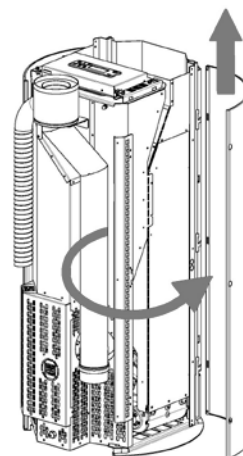

Fig. 29 - Usuwanie ścianki bocznej
- Otworzyć ściankę boczną i wyczepić ją z ząbków (zob. **Fig. 29**).